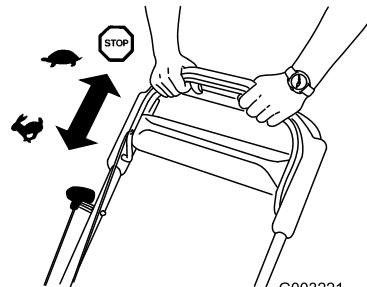

**Figura 16**
2. Tire del arrancador de retroceso (Figura 16).